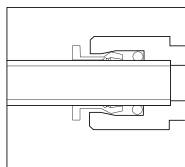

Fig.2
- ▶ Assicurarsi che la tubazione venga inserita completamente (fig. 2).